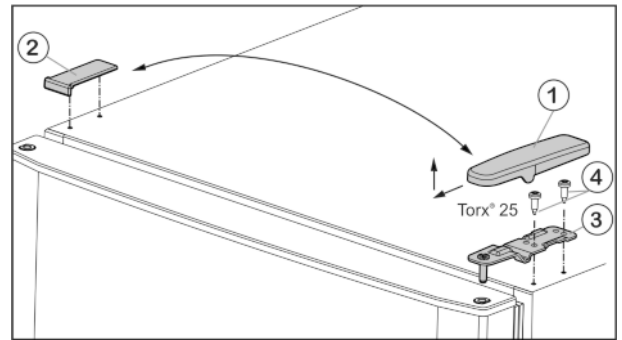
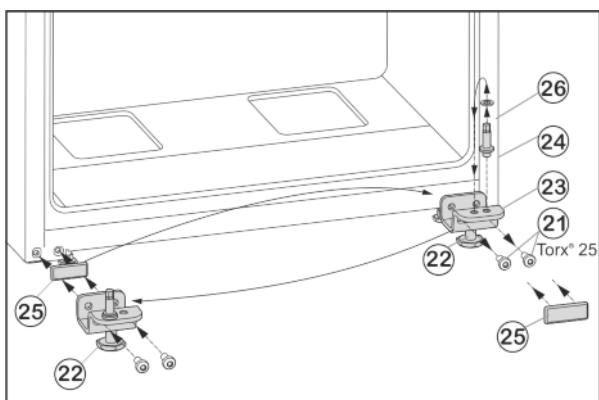

Fig. 5
Fig. 7
- ▶ Abdeckung Fig. 5 (1) nach vorne und oben abziehen.
- ▶ Abdeckung Fig. 5 (2) abheben.
- ▶ Oberen Lagerbock Fig. 5 (3) abschrauben (2 mal Torx® 25) Fig. 5 (4) und nach oben abziehen.
- ▶ Befestigungsschrauben Fig. 7 (21) abschrauben.
- ▶ Lagerbock unten Fig. 7 (23) komplett mit Lagerbolzen Fig. 7 (24), Scheibe Fig. 7 (26) und Stellfuß Fig. 7 (22), abnehmen.
- ▶ Lagerbolzen Fig. 7 (24) komplett mit Scheibe Fig. 7 (26) abschrauben, in das gegenüberliegende Aufnahmeloch des Lagerbocks umsetzen und wieder festschrauben.
- ▶ Abdeckplatte Fig. 7 (25) vorsichtig abnehmen und auf die Gegenseite umsetzen.
- ▶ Lagerbock unten Fig. 7 (23) komplett mit Lagerbolzen Fig. 7 (24), Scheibe Fig. 7 (26) und Stellfuß Fig. 7 (22) auf der neuen Scharnierseite ggf. mit Hilfe eines Akkuschraubers **fest (mit 4 Nm)** wieder anschrauben.
- ▶ Untere Tür von oben auf Lagerbolzen Fig. 7 (24) aufsetzen.
- ▶ Lagerbock Mitte (13) um 180° gedreht in die untere Tür einsetzen und mit Befestigungsschrauben (11) (2 mal Torx® 25) auf die neue Scharnierseite **fest (mit 4 Nm)** anschrauben.
- ▶ Kunststoffscheibe (10) wieder aufsetzen.
- ▶ Obere Tür auf den Lagerbock Mitte (13) setzen.
- ▶ Oberen Lagerbock Fig. 5 (3) auf der neuen Scharnierseite in die Tür einsetzen.
- ▶ Oberen Lagerbock **fest (mit 4 Nm)** anschrauben (2 mal Torx® 25) Fig. 5 (4). Eventuell einen Akkuschrauber verwenden.
- ▶ Abdeckung Fig. 5 (1) auf der Gegenseite von außen aufsetzen und einrasten.
- ▶ Abdeckung Fig. 5 (2) jeweils auf der Gegenseite von oben aufsetzen und einrasten.
- ▶ Stellfuß Fig. 7 (22) am Lagerbock unten Fig. 7 (23) herausdrehen, bis er auf dem Boden aufliegt.